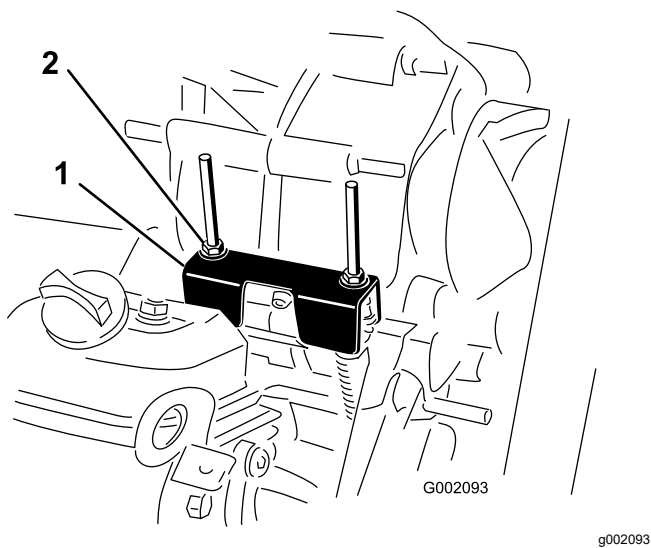

図 58
定期整備を行う時やエンジンの故障診断を行う時には、トランスアクスルをニュートラルにシフトしておく必要があります **図 58**。トランスアクスルをニュートラル位置にするにはシフトレバーをニュートラル位置にします。以下の操作を行って、ニュートラルでシフトレバーが正常に機能することを確認してください
2. ニュートラルブラケットがニュートラル位置シフトブラケットの下にあるケーブル取り付けブラケットと面一になっていることを確認する **図 58**。